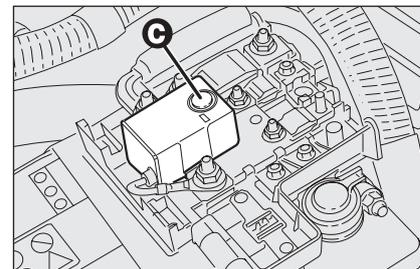

fig. 51
- premere il pulsante **C-fig. 51** per riattivare l'interruttore alimentazione elettrica